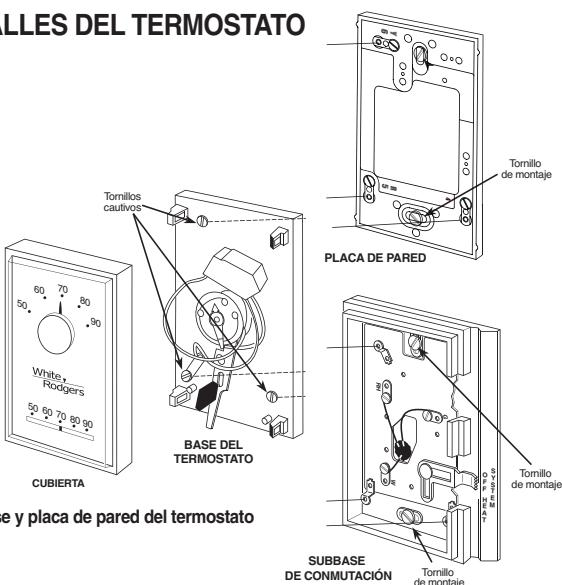

Figura 1. Subbase y placa de pared del termostato
- Monte la subbase de conmutación o placa de pared: Utilice los tornillos suministrados para montar la subbase o la placa de pared en la pared (vea la figura 1).
- Fije la base del termostato a la pared: Empuje con cuidado el cable que sobresale hacia el interior de la pared y tape el orificio con un material ignífugo (como aislamiento de fibra de vidrio) para evitar que las corrientes de aire afecten el funcionamiento del termostato. Monte la base del termostato a la subbase o placa de pared utilizando los tres tornillos cautivos de la base del termostato (vea la figura 1). Ajuste bien los tornillos. Continúe con el paso N°5.